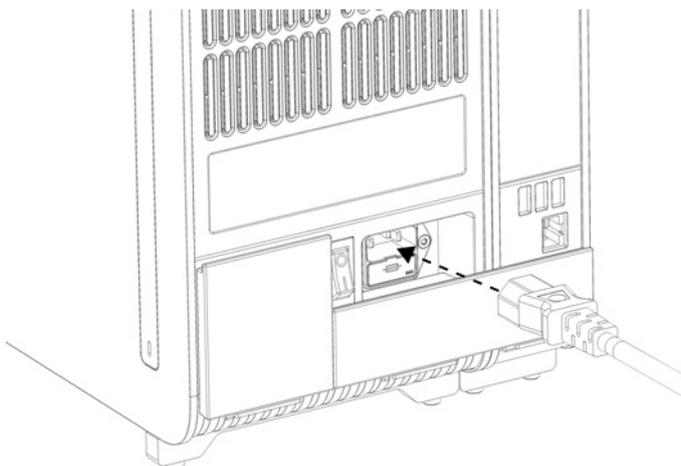

Figura 10. Conectando o cabo de alimentação.
7. Conecte o cabo de alimentação fornecido com o QIAstat-Dx Analyzer 2.0 na parte traseira do Módulo analítico (Figura 10).